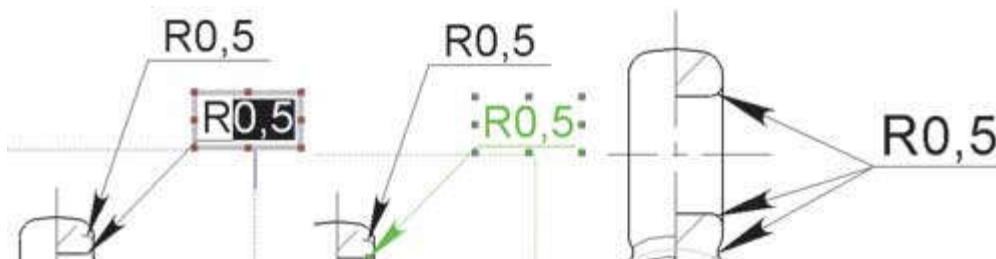

Рис. 9. Простановка размеров с множественными указателями
**Простановка размеров с множественными указателями.** Чтобы добавить несколько выносных линий (рис. 9), во время перетаскивания заметки и перед ее размещением нажмите клавишу *Ctrl*. Перемещение заметки остановится, и появится вторая выноска. Не отпуская клавишу *Ctrl*, нажмите указатель мыши там, где необходимо разместить выноску. Нажмайте нужное число раз для размещения дополнительных выносок. Отпустите клавишу *Ctrl* и нажмите указатель в том месте, где необходимо разместить заметку. Затем, находясь в режиме редактирования заметки, наберите *R* и выберите в графической области существующий размер *R0,5*. Выходите из редактирования заметки. После этого скройте существующий размер с единичной выноской.